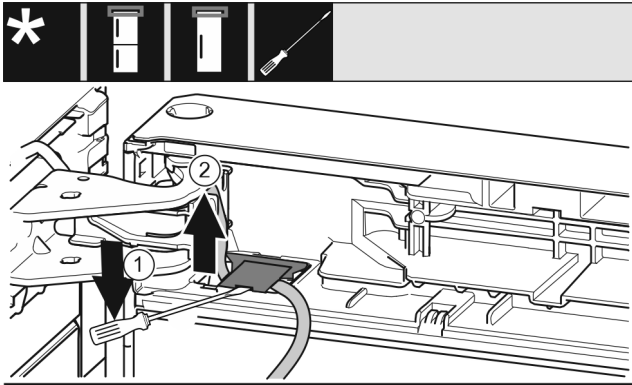

Fig. 11
- ▶ Lyft skyddet med spårskruvmejseln och dra ut det. Fig. 11 (1)
- ▶ Dra ut kabeln. Fig. 11 (2)